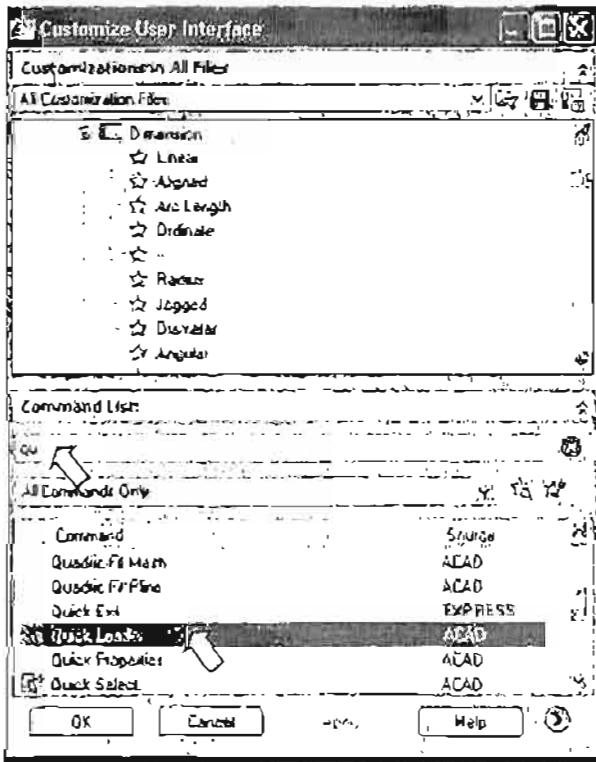

Рис. 1.42. Выбор нужной кнопки для добавления на панель инструментов
4. Чтобы найти нужную команду Quick Leader (Быстрая выноска) начните вводить ее название в поле 3. Команда Quick Leader появится в поле 5 (рис. 1.42).